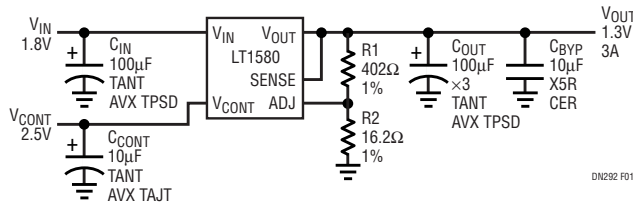
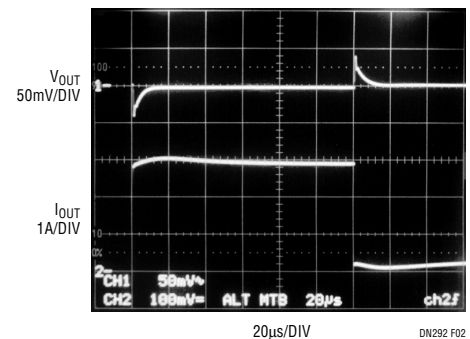

図1. LT1580高速過渡応答低損失リニア・レギュレータ
図2. 図1の回路の負荷過渡応答
1.8Vの入力電源から3A(最大)で1.3Vを供給するLT1580を図1に示します。この特定の構成には制御回路をバイアスするために高い電圧の電源が必要です。具体的には、この場合の最小2.3Vで正常動作するためには、制御電圧は出力電圧より1V高くする必要があります。現在のシステムには通常2.5V電源が備わっているため、ここでは制御用電源電圧として使われています。入力から出力へのドロップアウト電圧は300mVです。負荷ステップに対する過渡応答を図2に示します。